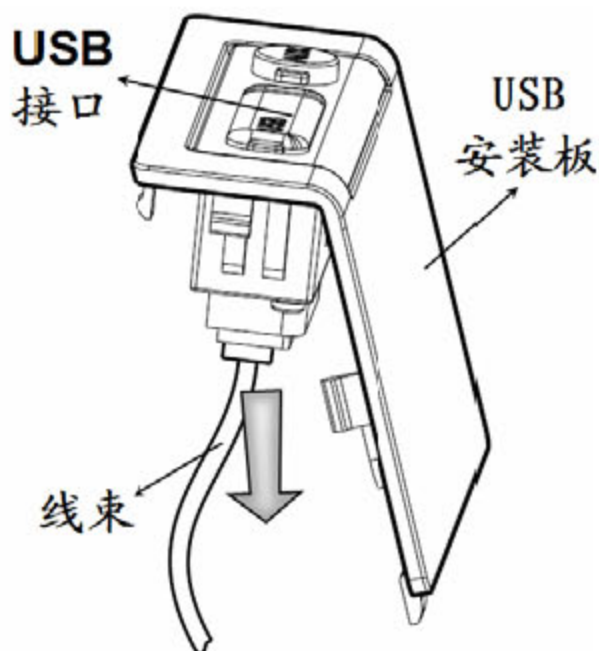

图 6-2-7 USB 安装板的拆卸 c
C).先将与 USB 接口连接的线束松开，再将安装板取出并放在一边。如图 6-2-7 所示：